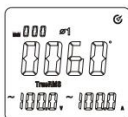

Figura 11-1
4. Așa cum se arată în Figura 11-1, apăsați tasta SELECT pentru a selecta prima fază, poziția 1, pentru sistemul trifazat cu patru fire al sarcinii. De asemenea, poate afișa puterea aparentă, tensiunea și curentul fazei 1.